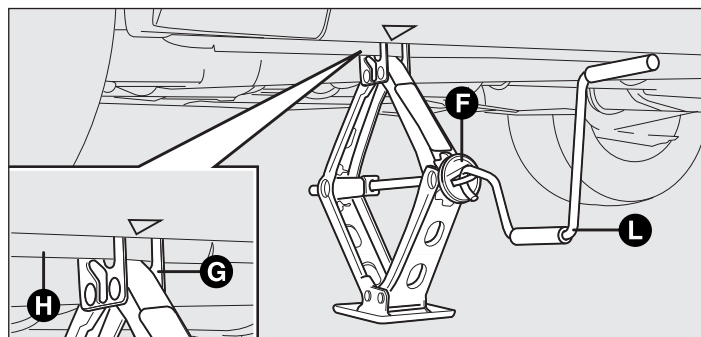

fig. 153
- ❑ azionare il dispositivo F-fig. 153 in modo da distendere il cric, sin quando la parte superiore del cric G-fig. 153 si inserisce correttamente all'interno del dispositivo di ritenuta H-fig. 153;
- ❑ inserire la manovella L-fig. 153 per permettere l'azionamento del cric e sollevare la vettura, sino a quando la ruota si alza da terra di alcuni centimetri;
- ❑ azionare la manovella L-fig. 153 del cric in modo da abbassare la vettura ed estrarre il cric;